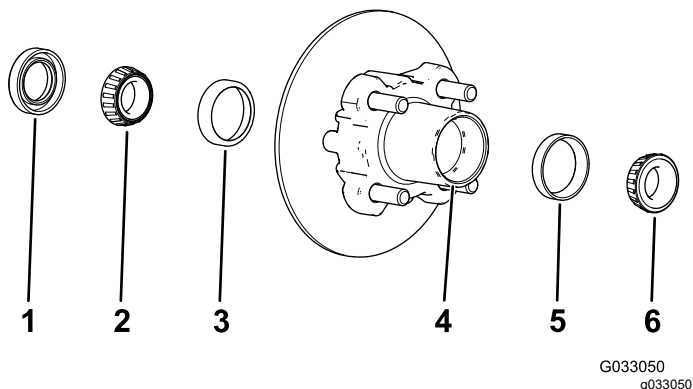

Figura 38
1. Retire el cojinete exterior y el anillo de rodadura del cubo (Figura 38).
2. Retire la junta y el cojinete interior del cubo (Figura 38).
5. Limpie el hueco del cubo para eliminar cualquier resto de grasa, suciedad y residuos (Figura 38).
7. Llene el hueco del cubo hasta un 50 a 80% de su capacidad con la grasa especificada (Figura 38).
8. Monte el cojinete interior sobre el anillo en el lado interior del cubo e instale la junta (Figura 38).